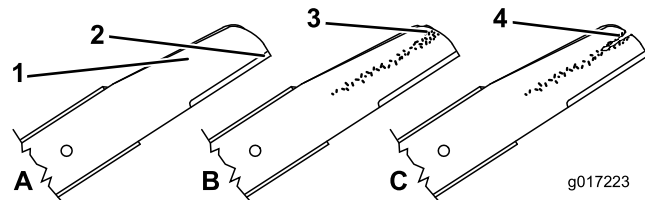

Figure 30
1. Examinez le tranchant des lames (Figure 30). Si elles sont émoussées ou présentent des indentations, déposez les lames et affûtez-les ou remplacez-les.
2. Inspectez les lames, et plus particulièrement l'ailette (Figure 30). Remplacez immédiatement toute lame endommagée, usée ou qui présente une entaille.